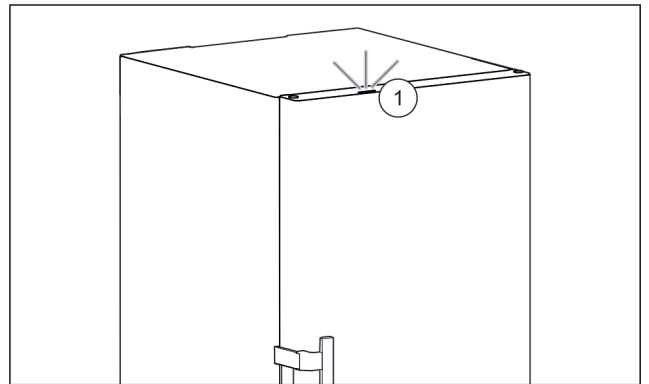

Fig. 41 Aktywna kontrolka statusu przy zamkniętych drzwiach
- ▷ Kontrolka statusu Fig. 41 (1) jest aktywna.